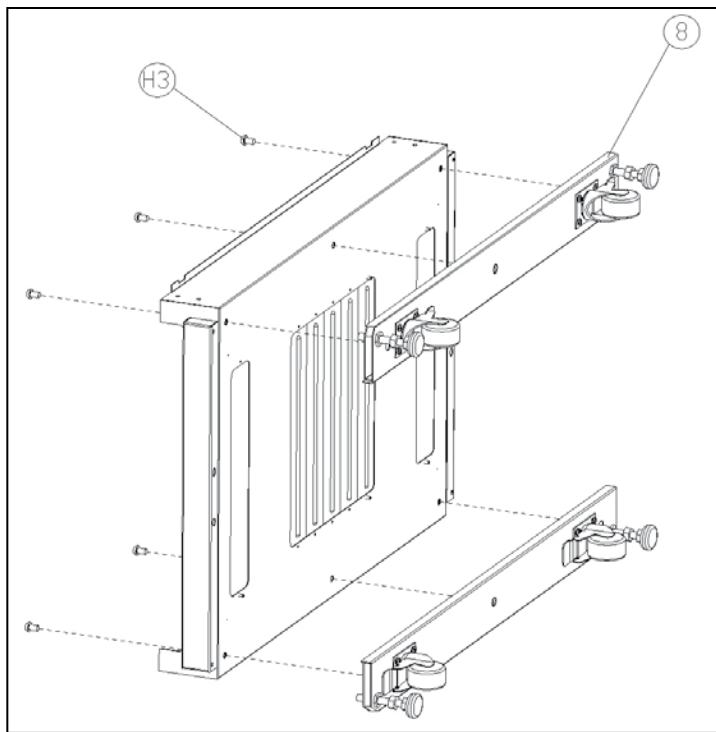

Imagen 3
Monte los componentes de la rueda (8) en la placa inferior con los tornillos externos de cruz hexagonal M8x12 (H3). Consulte la **imagen 3**.